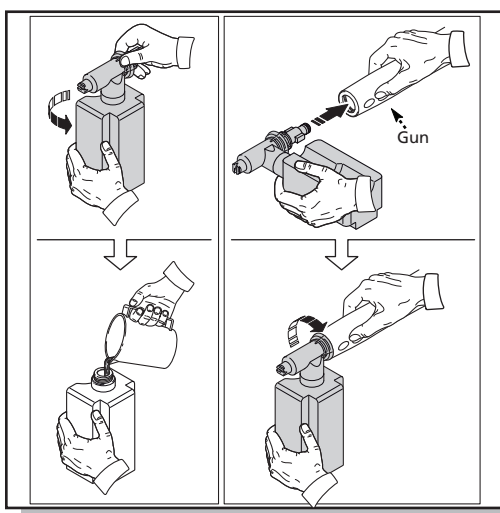
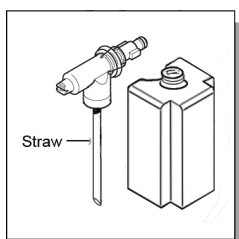

Fig. 9
Fig. 10
- Quand vous utilisez le canon à mousse, remplissez-le de détergent spécialement formulé pour nettoyeurs haute pression avec un ratio eau-détergent appropriée selon les précautions d'emploi du détergent que vous utilisez (Figure 9). Le canon à mousse est équipé d'un petit tuyau d'aspiration de détergent. S'il n'est pas déjà attaché, regardez dans le canon à mousse et fixez-le au couvercle. (Figure 10)